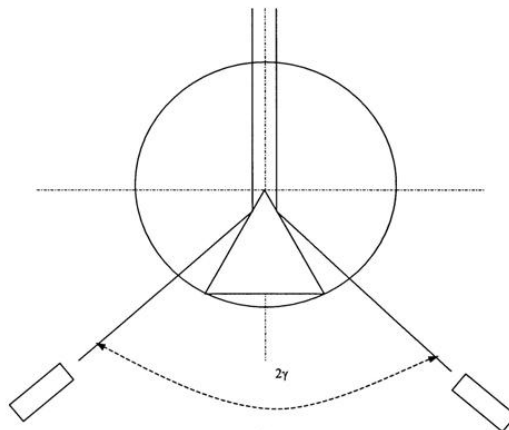

Abbildung 9.1: Strahlengang des reflektierten Lichts, zur Bestimmung des brechenden Winkels γ .
2. Messen Sie den (doppelten) brechenden Winkel 2γ des Prismas mit reflektiertem Licht (s. Abb. 9.1). Wiederholen Sie die Messung drei Mal.